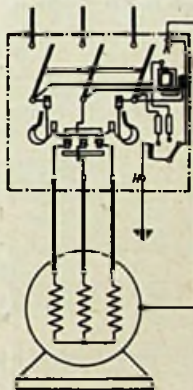

Abb. 3. Einwandfreier Überstrom- und Berührungsspannungsschutz mittels Motorschutzschalter mit drei thermischen Auslösern und einem Fehlerspannungsauslöser
Abb. 3. Konvexkonvexe Zerstreulinse aus parallelen Rippen in Schräglage vor einem Konuslautsprecher. Die zylindrische Linse zerstreut die Schallenergie in einer horizontalen Ebene
oder Zerstreulinse finden. Für Mikrofone beispielsweise können Sammellinsen zu Verstärkungszwecken oder als eine Art akustischer Blenden dienen, mittels derer sich aus einer Vielheit von Schallquellen (Orchester u. dgl.) einzelne stärker herausheben lassen. Zerstreulinse dagegen erscheinen geeignet, um die üblichen Konuslautsprecher zu verbessern (Abb. 3). Diese strahlen hohe Frequenzen in größerer Richtwirkung ab als die tiefen. Eine vor den Lautsprecher geschaltete Zerstreulinse führt, wie praktische Hörtests bewiesen haben, zu einer besser verteilten Abstrahlung und einer Steigerung der Klangtreue. Ein Trichterlautsprecher von 15 cm Durchmesser z. B., dessen Richtcharakteristik für 4 oder 12 kHz Öffnungswinkel von 28 bzw. 10 Grad aufweist, konnte durch eine Zerstreulinse so verbessert werden, daß alle Frequenzen zwischen 4 und 12 kHz über 50 bis 60 Grad gleichmäßig hörbar werden. Slz.
Zum Betrieb des hochohmigen Sprechkopfes (100 mH, 75  $\Omega$ ) sind etwa 90 V NF-Spannung erforderlich. Um den Magnetbandspieler als komplette Apparatur für die verschiedensten Zwecke einsetzen zu können, wurde der in Abb. 3 skizzierte zweistufige Verstärker zusammen mit einem guten Kontrolllautsprecher in das Gerätegestell eingebaut. Der Verstärker an sich bietet bis auf den Ausgang keine Besonderheiten. Hier wurde zum Anschluß des hochohmigen Sprechkopfes von vornherein eine reichlich bemessene NF-Drossel eingesetzt, wobei die Ausgangsspannung gleichspannungsfrei nach einem Trennkondensator abgenommen wird. Der außer dem Sprechkopf anzuschaltende Lautsprecher muß deshalb mit der primären Wicklung seines Ausgangstrafos an die Lautsprecherbuchsen gelegt werden. Wie weiterhin aus dem Schaltbild hervorgeht, wurden überall reichliche Siebmittel vorgesehen. Zwischen den Anoden der EF 12 und der EL 11 können, falls erwünscht, noch Gegenkopplungsglieder eingebaut werden, mit denen sich eine — gegebenenfalls abschaltbare — Veränderung des Klangcharakters bewirken läßt. Da die erzielte Verstärkung zum Aufsprechen ohne Lautsprecherwiedergabe vollauf genügt, konnte mit einem zwischen beiden Anoden liegenden 4-M $\Omega$ -Widerstand eine gewisse Linearisierung erreicht werden. Zur Erzielung eines brauchbaren Frequenzganges sind im NF-Verstärker große Kopplungskondensatoren eingesetzt, und zur Verminderung einer etwaigen Brummaufnahme wurde der Gitterkreis der EF 12 relativ niederohmig gehalten. Zur HF-Siebung befindet sich am Steuergitter der ersten NF-Röhre außerdem ein RC-Glied.
Abb. 3. Schaltbild des NF-Verstärkers mit Empfangsteil. Spulenanschlüsse des Dreipunkt Schalterkopplers. Dr 1 HF-Drossel F21, 35 mH; Dr 2 ZF-Drossel F 22, 120 mH; Dr 3 Fe = 4 cm2, 0,15 mm Luftspalt, 4000 Wdg 0,22 CuL
3. Werden Motoren, für die als Berührungsspannungsschutz die Schutzschaltung in Frage kommt, gegen Überlastung durch einen Motorschutzschalter mit Überstromauslösung geschützt, so empfiehlt es sich, solch einen Schalter zu verwenden, der neben der Überstromauslösung auch eine Fehlerspannungsauslösung besitzt. Ist die Voraussetzung für einen Erdschluß, der möglicherweise in einer zwangsläufigen Erdung besteht, nicht vorhanden, dann genügen zwei thermische Auslöser (Abb. 3).